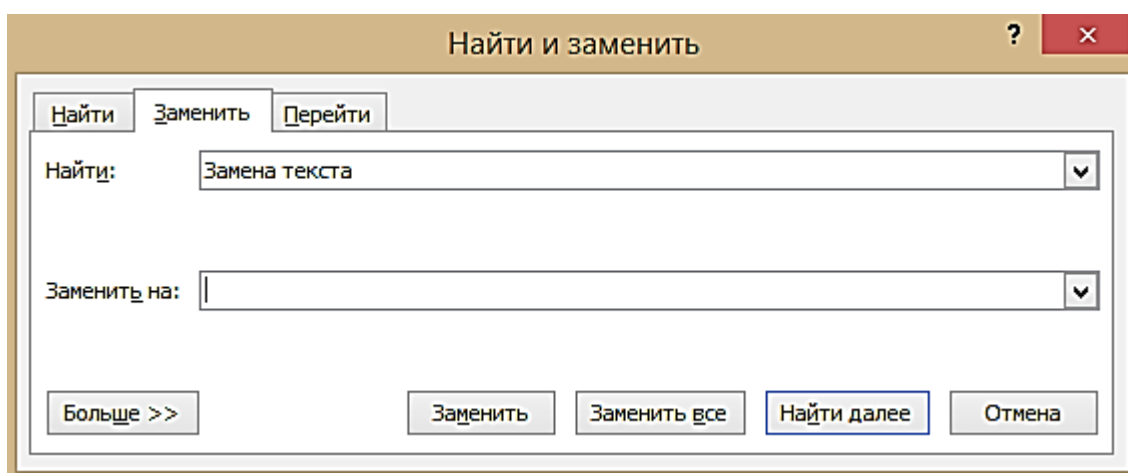

Рис. 33. Окно Найти и Заменить
2. Во вкладке **Заменить** диалогового окна **Найти и заменить** в поле **Найти** ввести искомый текст, в поле **Заменить на** – заменяющий текст (рис. 33).